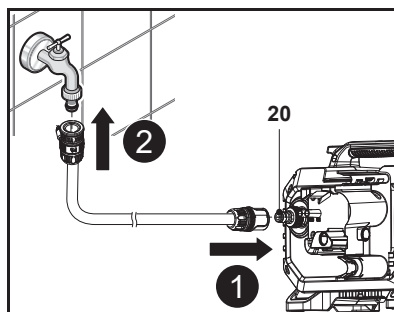

Fig. 7
2. Fixer le tuyau d'arrosage à l'adaptateur d'arrivée d'eau (20) sur le raccord d'arrivée d'eau (13) de la machine (Fig. 7, étape 1). Toujours utiliser un raccord standard pour l'arrivée d'eau. Pour un fonctionnement correct, la longueur du tuyau ne doit pas dépasser 8 m.
3. Raccorder l'autre extrémité du tuyau d'arrosage à une source d'alimentation en eau (Fig. 7, étape 2).